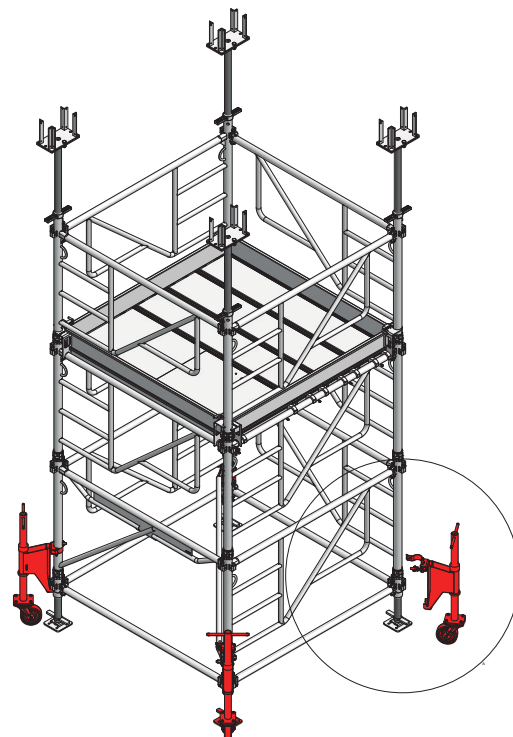

Abb. 14.2
21. Die 4 Verfahrrollen an den Fußspindeln und den Rahmen MT der Ebene 1 anbringen (Abb. 14.2 und 14.2 Detail - Max. Verfahrhöhe = 6,00 m).